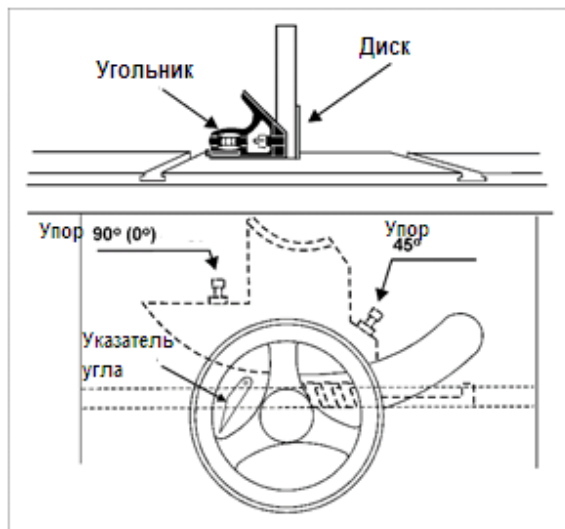

Рисунок 8-5
5. Если требуется регулировка, ослабьте гайку на болте упора 90° (Рисунок 8-5) гаечным ключом на 13 мм и поверните болт на нужную высоту. Проверьте установку и снова затяните гайку относительно цапфы.
6. Проверьте положение указателя на шкале (Рисунок 8-5). При необходимости ослабьте винт и установите указатель на ноль. Затяните винт.